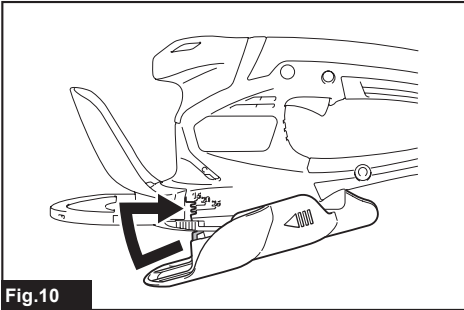

Fig.10
► **Abb.10:** 1. Führungsnut 2. Aufhänger